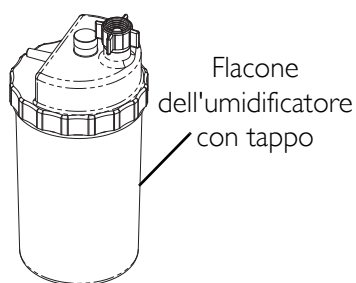
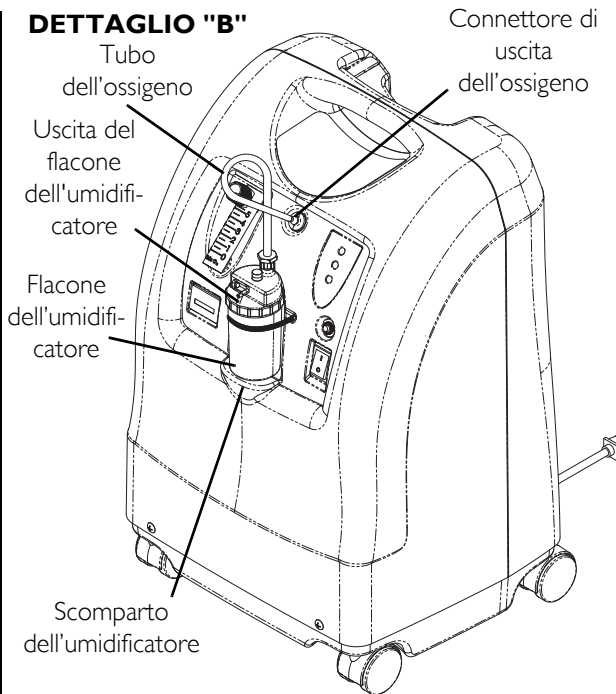

FIGURA 6.1 Riempimento dell'umidificatore
FIGURA 6.3 Scomparto dell'umidificatore
NOTA: Per questa procedura, fare riferimento a FIGURA 6.1 e FIGURA 6.2 a pagina 84 e a FIGURA 6.3 a pagina 85.
6. Applicare l'adattatore del flacone dell'umidificatore al flacone stesso ruotando in senso antiorario su di esso il dado ad alette fino a fissarlo saldamente. Vedere il Dettaglio "A" nella FIGURA 6.3.
7. Collocare il gruppo flacone dell'umidificatore/adattatore nello scomparto dell'umidificatore sul concentratore. Vedere il Dettaglio "B" nella FIGURA 6.3.
8. Collegare il tubo dell'ossigeno proveniente da gruppo flacone dell'umidificatore/adattatore al connettore di uscita dell'ossigeno sul concentratore. Vedere il Dettaglio "B" nella FIGURA 6.3.
9. Collegare la cannula/il tubo di erogazione al paziente all'uscita del flacone dell'umidificatore. Vedere il Dettaglio "B" nella FIGURA 6.3.